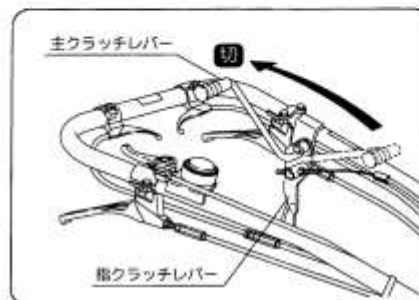

図6
- 主クラッチレバーを「切」位置になっているかを確認してください。(図6)